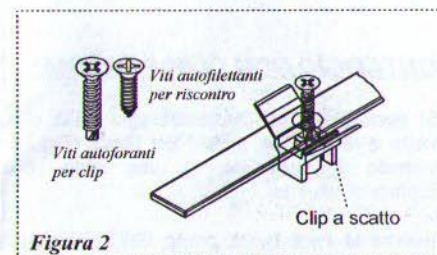

Figura 2
- Si consiglia il pre assemblaggio delle clip e relative viti sulla Fast Block (vedi figura 2), inserendo leggermente la vite nella clip in materiale plastico.